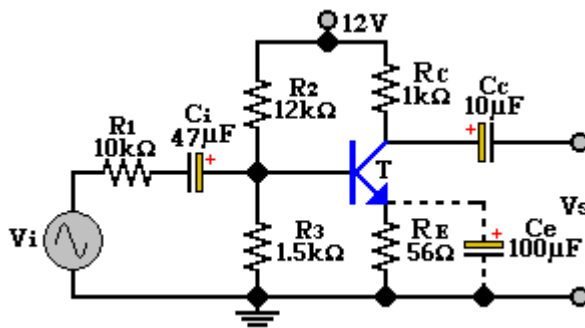

Figura 6.1
3. Obtenga la ganancia de voltaje del circuito de la figura 6.1.
5. Realizar la simulación del circuito de la figura 6.1.
- Arme el circuito de la figura 6.1, sin conectar C_e y con V_i apagado, mida y anote en la tabla 6.1 los datos que se piden.
- Conecte el capacitor C_e como lo indica la línea punteada de la figura 6.1 y repita los pasos 2.